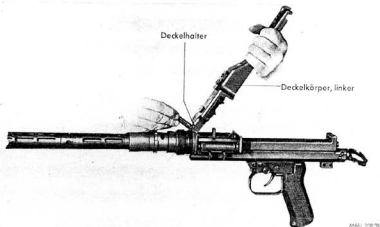

Abb. 38: MG 81; Abnehmen des Deckels
3. Abnehmen des Deckels (Abb. 38)